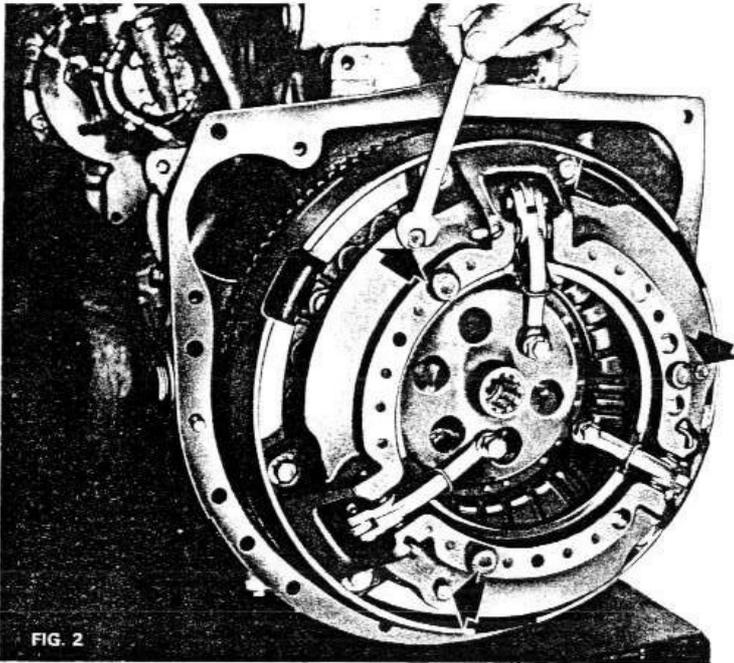

FIG. 2
- 2 - (figure 2) - Mettre en place les trois vis (1/4 UNC) dans les taraudages du couvercle d'embrayage.